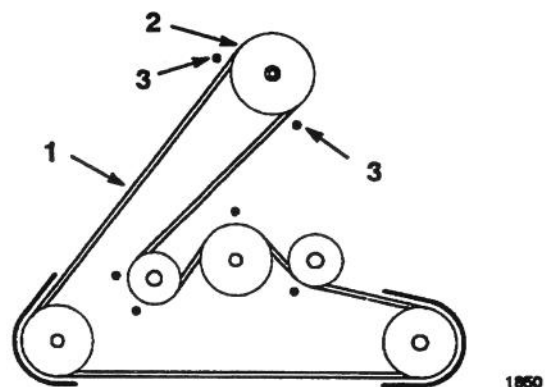

Figure 19
14. Déposer la courroie de la tondeuse de la poulie moteur (Fig. 19). En prenant quelques précautions, il est possible de fléchir le(s) guide-courroie et de les écarter juste assez de la poulie pour pouvoir déposer la courroie. Si cela s'avère trop diffi-